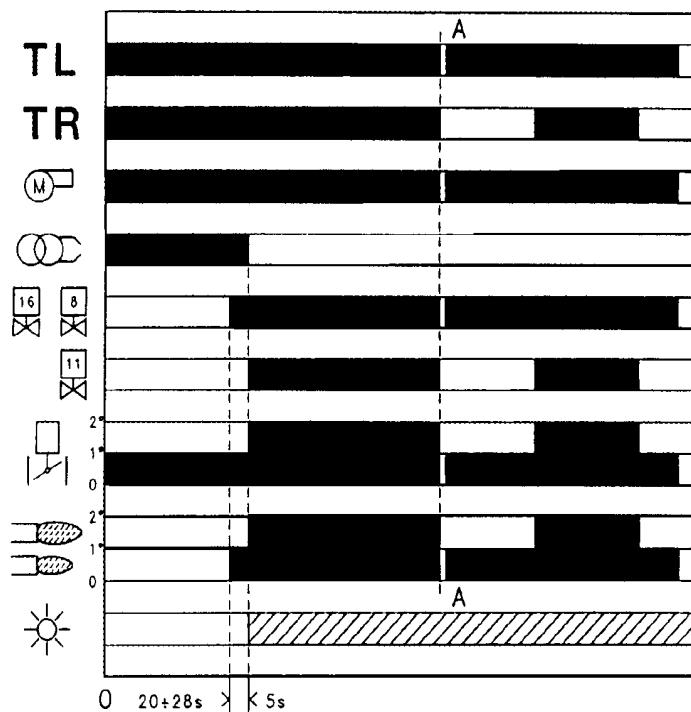
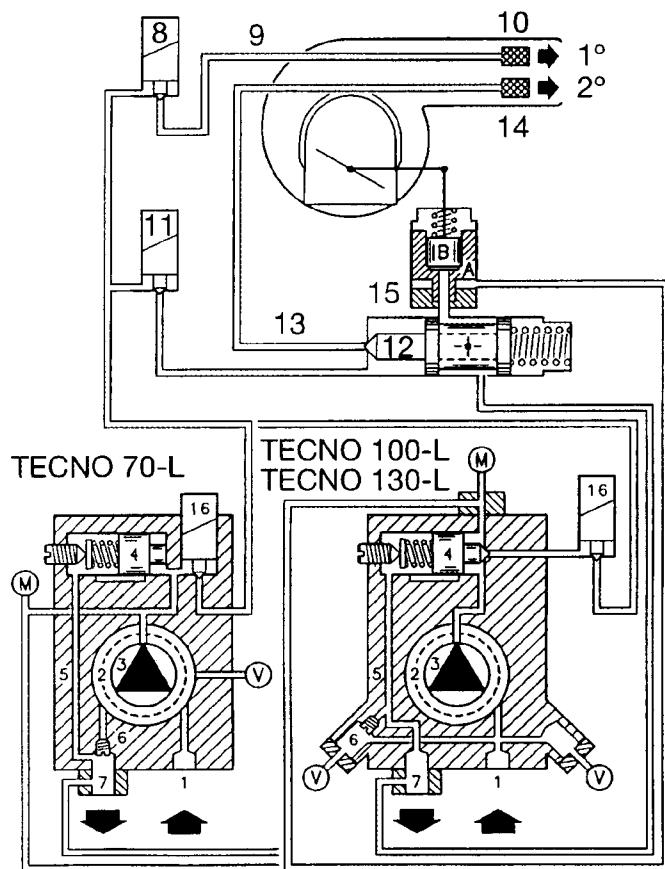

Рис. 31
Рис. 32
5.1. Запуск (Рис. 31 и Рис. 32)
Если температура повышается до отключения TL, горелка останавливается (Линия А-А на графике Рис. 31). Когда электроклапаны остаются без напряжения, то перекрывают путь топливу и горелка выключается. Поршень (12) закроет трубопровод (13), топливо, содержащееся в гидравлическом цилиндре, поршень В возвращается топливо через возвратный трубопровод (7) и регулятор воздуха закроется.